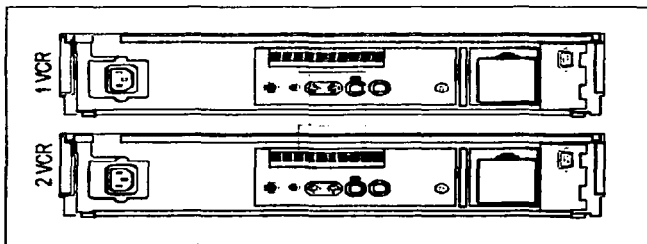

Figura 5.8 Conexión para una grabación en serie.
b) Conexiones para una grabación en serie. Cuando se requiera conectar una segunda videgrabadora para no perder un evento ó se grabe por que se produjo una alarma previamente programada se realiza como se muestra en la figura 5.8.